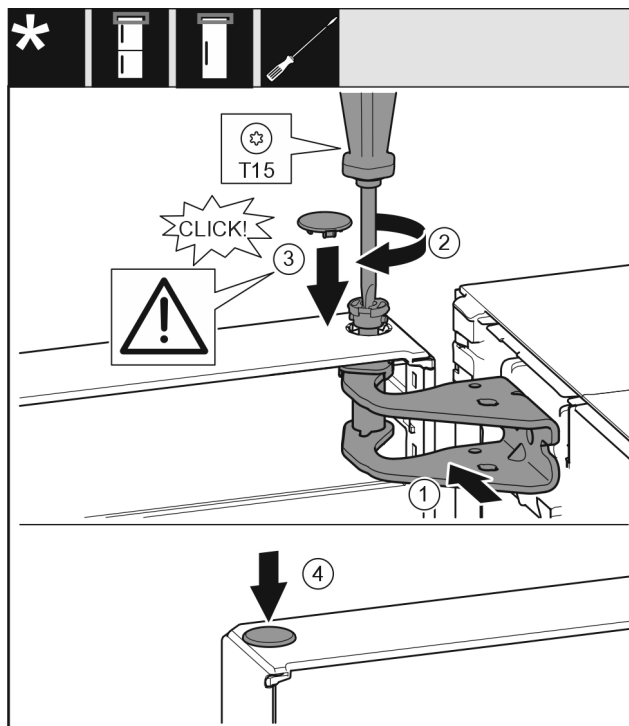

Fig. 22
- ▶ Регулирайте вратата горе спрямо отвора в лагерната стойка. Fig. 22 (1)
- ▶ Поставете болта и затегнете здраво с отвертка T15. Fig. 22 (2)
- ▶ Монтаж на предпазния капак за осигуряване на вратата: Поставете предпазния капак и проверете дали той е допрян до вратата. В противен случай поставете изцяло болта. Fig. 22 (3)
- ▶ Поставете тапата. Fig. 22 (4)